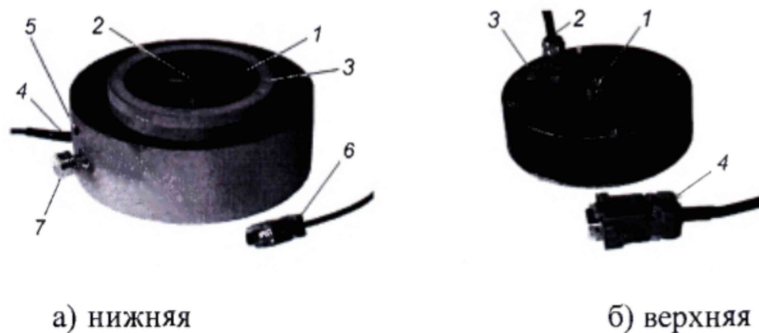

Рисунок 1.4 – Термостатированные плиты
1.4.3.1 *Нижняя термоплита* (рисунок 1.4а) имеет: встроенный датчик температуры для измерения температуры поверхности нижней термоплиты, встроенную емкость (1) для засыпки капиллярно-пористого материала, емкость для заполнения водой (3), датчик температуры для измерения температуры нижней торцевой поверхности образца (2).
1.4.3.2 *Верхняя термоплита* (рисунок 1.4б) имеет: встроенный датчик температуры для измерения температуры поверхности верхней термоплиты, силовоспринимающую бобышку (1), кабель (2) с девятиконтактным разъемом (4) для подключения к блоку управления, разъем для подключения датчика перемещения (3).